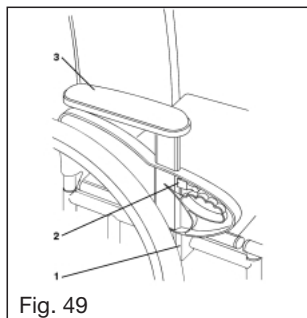

Fig. 49
De armsteun klemt in de houder (1). Om hem te verwijderen hoeft u alleen de armsteun omhoog te trekken (fig. 49) na eerst het veerslot te hebben ontsloten.